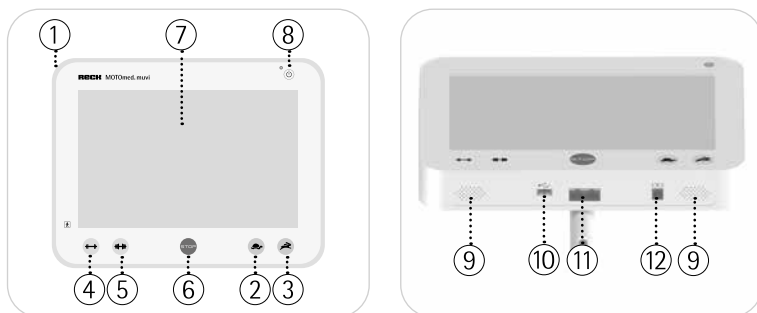

Fig. 5.1, 5.2
Voir Fig. 5.1 Appuyez sur le bouton marche/arrêt (8) et allumez votre MOTOMed. L'écran d'accueil apparaît.
Voir Fig. 5.1 Vous pouvez modifier le nombre de tours de 1 à 60 trs/mn en appuyant sur les boutons ②/③.
Voir Fig. 5.1 Vous pouvez modifier la résistance de 0 à 20 en appuyant sur les boutons ④/⑤ lors du mode de fonctionnement.
Voir Fig. 5.1 Vous pouvez arrêter votre entraînement avec le bouton « stop » ⑥ à tout moment.